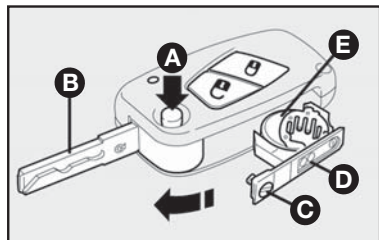

fig. 4
- apertar o botão **A**-fig. 4 e colocar o encaixe metálico **(B)** na posição de abertura;